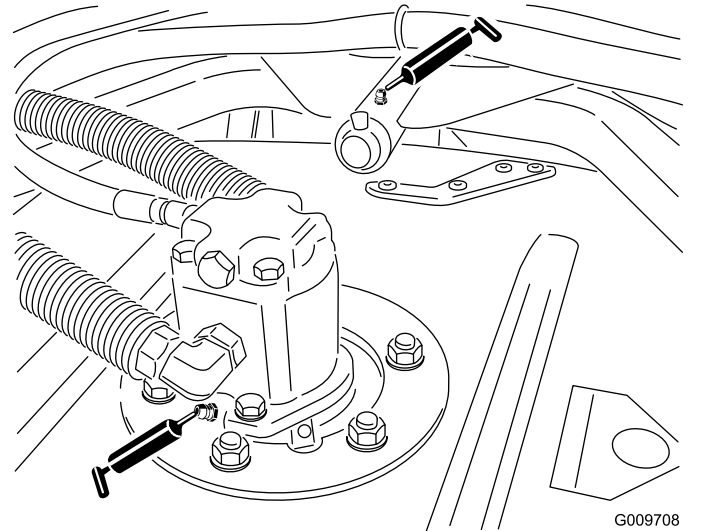

図 39
- 図 39に示す、スピンドルシャフトのベアリングカッティングユニット 1 台に 2 ヶ所
- 図 39に示す、刈り込みデッキのキャリアアームのブッシュカッティングユニット 1 台に 1 ヶ所